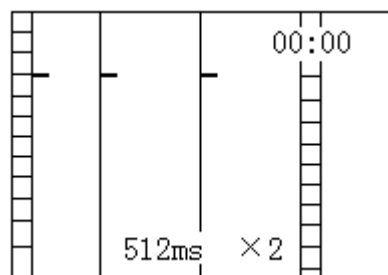

图 6
3、启动有载开关。当听到有载开关动作对触头进行切换的声音时，阻值随之发生变化，采集的波形也发生小跳变如图 6 所示；这时请按任一键结束测量，否则屏幕显示的测量结果就会因被刷新而找不到。结束测试后显示的画面就是所测开关一次调压的全部动作过程。此时可通过按“↑”“↓”键把小跳变的波形移动到显示屏上部，按“确认”键把波形长度放大到比例适中即可。按“退出”键改变幅度比例适中即可，这样可人工寻找出开关切换波形。也可以进行处理。开机时按“设置”键，在查找方式中选择自动方式查找。{见 P9}